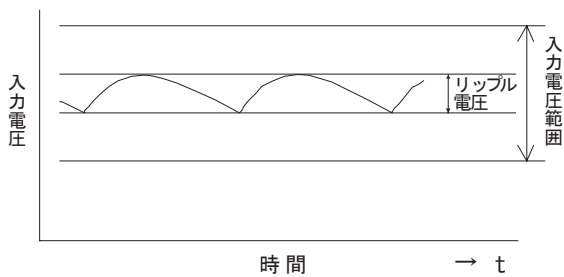

図3.1 入力電圧のリップル
(2) 入力電源
- 入力電圧に含まれるリップル電圧（図3.1）は、40Vp-p以下でご利用ください。この値が大きいと出力リップル電圧が大きくなる場合があります。